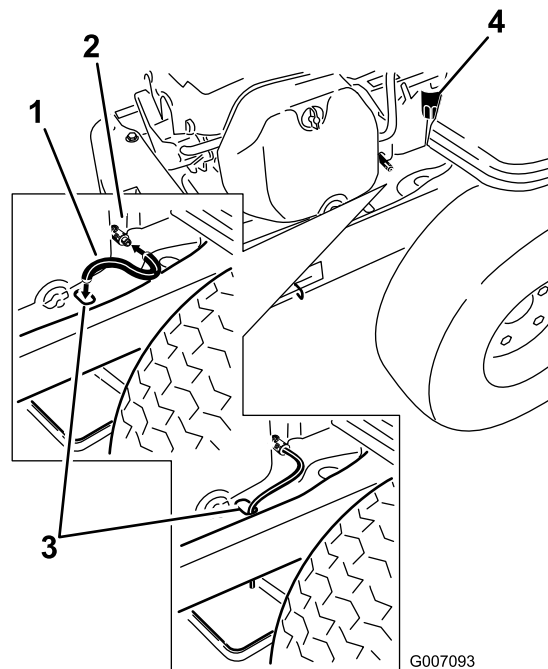

Figura 37
5. Individuate il tubo di spurgo dell'olio e spostatelo sopra la valvola di spurgo (Figura 37).
6. Infilate l'estremità opposta del tubo di spurgo dell'olio all'estremità del telaio (Figura 37).